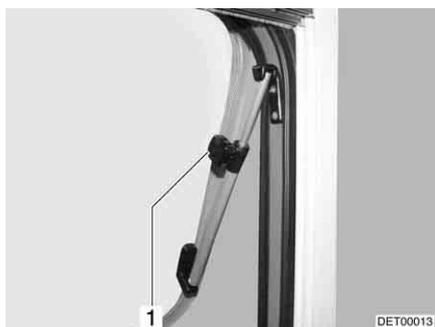

Fig. 96 Oblò con deflettori a rotazione, aperto
- Aprire l'oblò fino alla posizione desiderata e fissarlo mediante il pomello zigrinato (Fig. 96,1).
- Ruotare il pomello zigrinato (Fig. 96,1) fino a che l'arresto viene sbloccato.